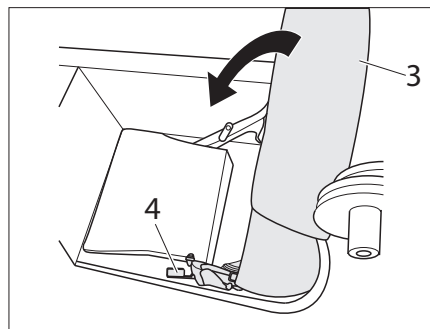

Fig. 209 Mueva el respaldo del asiento hacia atrás en la caja de almacenamiento
- Accionar la palanca 2 (Fig. 209,4) y mover el respaldo del asiento (Fig. 209,3) en la caja de almacenamiento.